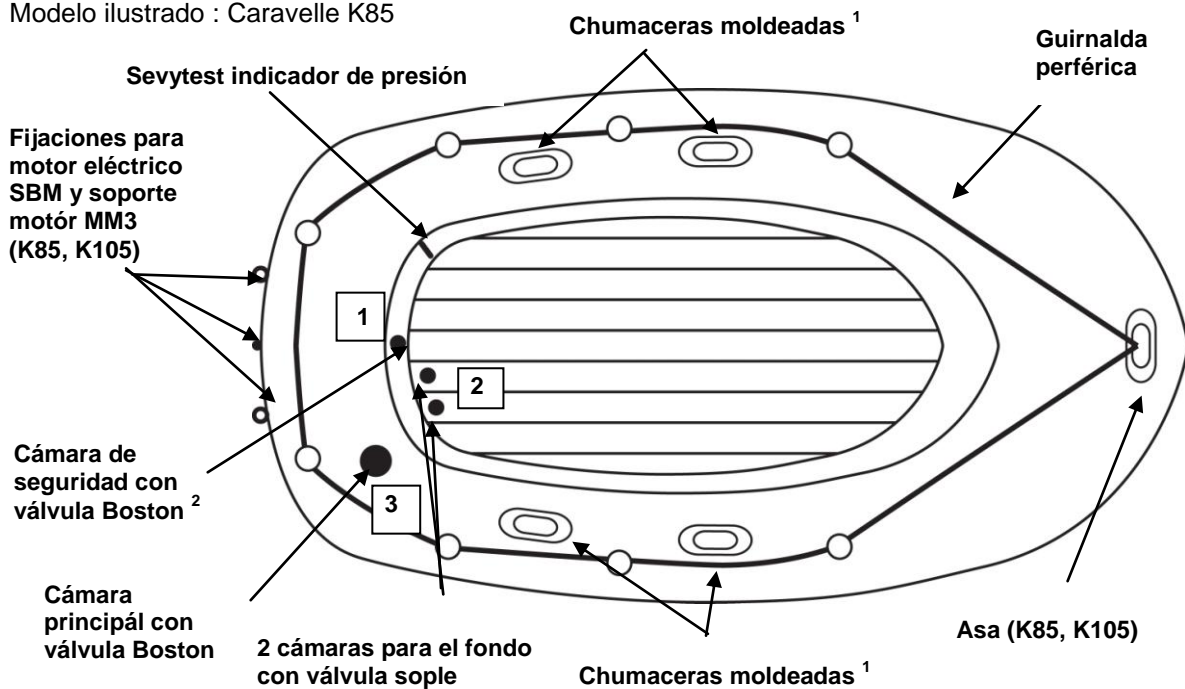

Figura 1
- Válvula(s) Boston (ver ilustración): para hinchar, quite el tapón de la válvula (1) ; enrosque el cuerpo de la válvula (2) en la base de la válvula (3), sobre el flotador ; verifique que el tapón sigue siendo accesible. Inserte la extremidad del tubo del hinchador en la válvula. Hinche el flotador hasta la presión requerida (ver punto 3). Al terminar el inflado, cierre la(s) válvula(s) con el tapón. **NOTA:** es normal comprobar un ligero escape de aire antes de apretar el tapón de una válvula. Únicamente **los tapones aseguran la ESTANQUEIDAD FINAL.**
2. Hinche el producto siguiendo el orden de hinchado indicado en la placa de identidad imprimida sobre el producto (referirse también la figura 1, numeración de las válvulas).
3. Presión requerida : **la presión de utilización es de 0,06 bar (= 60 mbar). No superarla.** El producto está equipado con un SEVYTEST, una escala de expansión que muestra hasta qué punto se puede hinchar. Hínche en primer lugar la cámara de seguridad (figura 1) hasta alcanzar la indicación “+” del Sevytest ; después, la cámara principal (figura 1) hasta alcanzar la indicación “-”. **Sobrepresión** : deje escapar aire hasta alcanzar la presión requerida. **Poca presión** : vuelva a hinchar ligeramente. **NOTA** : después de numerosos hinchados, es posible que la indicación del SEVYTEST no vuelva a su posición inicial debido a un alargamiento del PVC bajo la influencia de la presión. Sin embargo permitirá verificar que la indicación permanece en la zona recomendada.